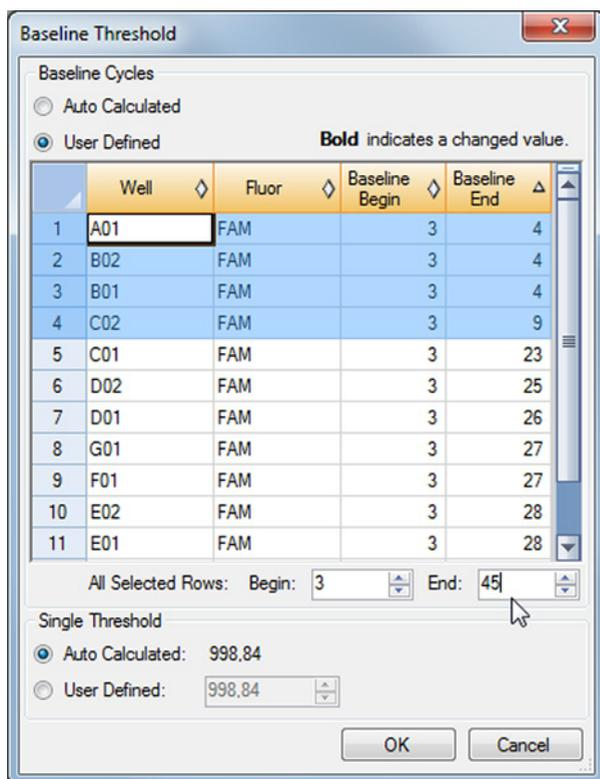

Figure 5: Boîte de dialogue Baseline Threshold (Seuil de référence)
3. Dans la barre de menus de la fenêtre Data Analysis (Analyse des données), cliquez sur **Settings** → **Baseline Threshold...** (Paramètres → Seuil de référence...) pour ouvrir la boîte de dialogue Baseline Threshold (Seuil de référence) (voir la figure 5).
- Sélectionnez toutes les lignes qui indiquent une valeur **Baseline End** (Extrémité de référence) comprise entre 1-9 (voir la figure 5).
- Définissez la valeur dans le champ **End:** (Extrémité :) sur 45 pour les lignes sélectionnées (voir la figure 5).
- Répétez les étapes 3-7 pour le canal de détection VIC™ (IC).